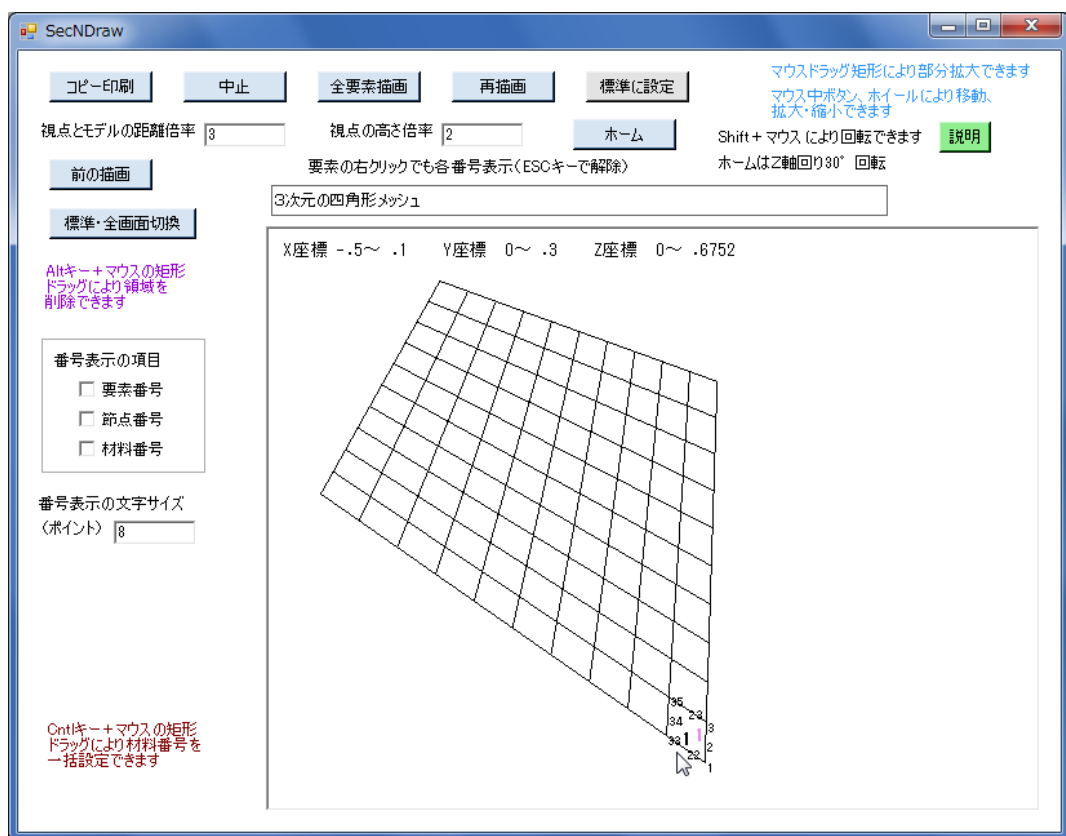

図10-6 平面メッシュ作画における要素の右クリック画面例
2) 任意の要素をマウス右クリックすると、図10-6のように同要素の要素番号・節点番号・材料番号が表示されます。